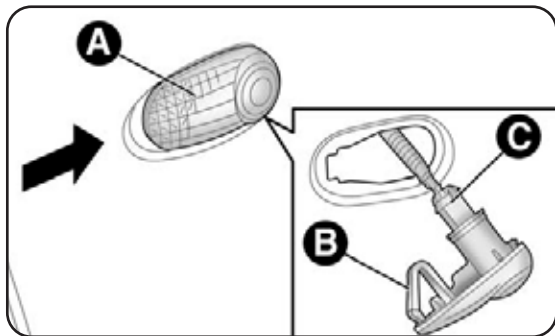

fig. 26
- agisci sul trasparente A-fig. 26 in modo da comprimere la molletta B, quindi sfila il gruppo verso l'esterno;